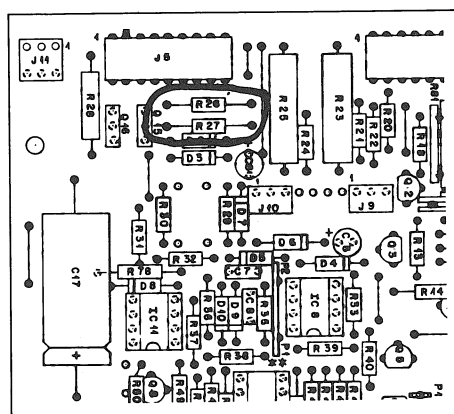

Fig. 3.17
- Gerät auf Wiedergabe starten und den Spannungsabfall über R26 (MICROPROCESSOR PCB 1.710.465/ Fig. 3.17) messen.
- Start recorder in play mode and measure potential drop across R26 (MICROPROCESSOR PCB 1.710.465 / Fig. 3.17).
- Mettez l'appareil en lecture et mesurez la chute de tension aux bornes de R26 (MICROPROCESSOR PCB 1.710.465 / fig. 3.17).